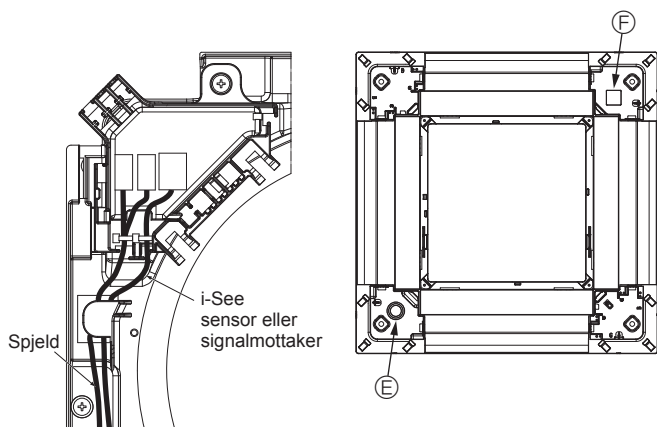

Fig. 10-13
- Legg til i-See-sensoren og signalmottakerledningene som vist i Fig. 10-13.